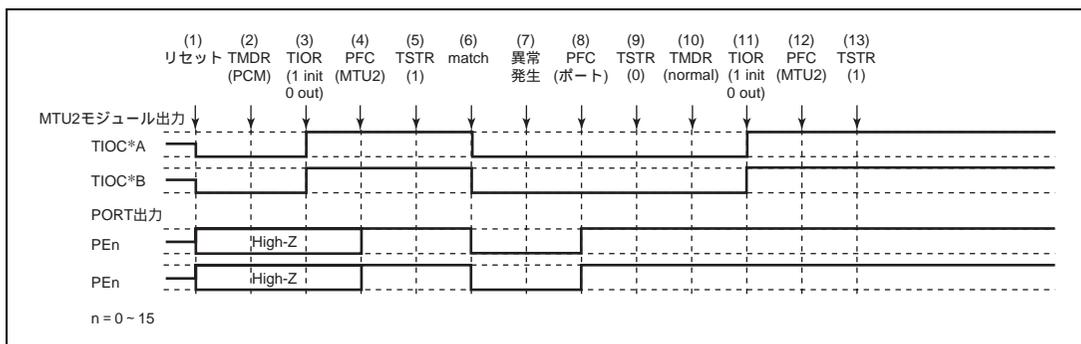

図 10.153 位相計数モードで異常が発生し、ノーマルモードで復帰する場合
位相計数モードで異常が発生し、再設定後ノーマルモードで再スタートする場合の説明図を図 10.153 に示します。
(1) ~ (9) は図 10.153 と共通です。
(10) PWM モード 1 を設定します。
(11) TIOR で端子を初期化してください (PWM モード 1 では TIOC*B 側は初期化されません)。
(12) PFC で MTU2 出力としてください。
(13) TSTR で再スタートします。
(19) 位相計数モードで動作中に異常が発生し、PWM モード 2 で再スタートする場合の動作
(10) PWM モード 2 を設定します。
(11) TIOR で端子を初期化してください (PWM モード 2 では周期レジスタの端子は初期化されません)。
(20) 位相計数モードで動作中に異常が発生し、位相計数モードで再スタートする場合の動作
(10) 位相計数モードで再スタートする場合には必要ありません。
(11) TIOR で端子を初期化してください。
(21) 相補 PWM モードで動作中に異常が発生し、ノーマルモードで再スタートする場合の動作